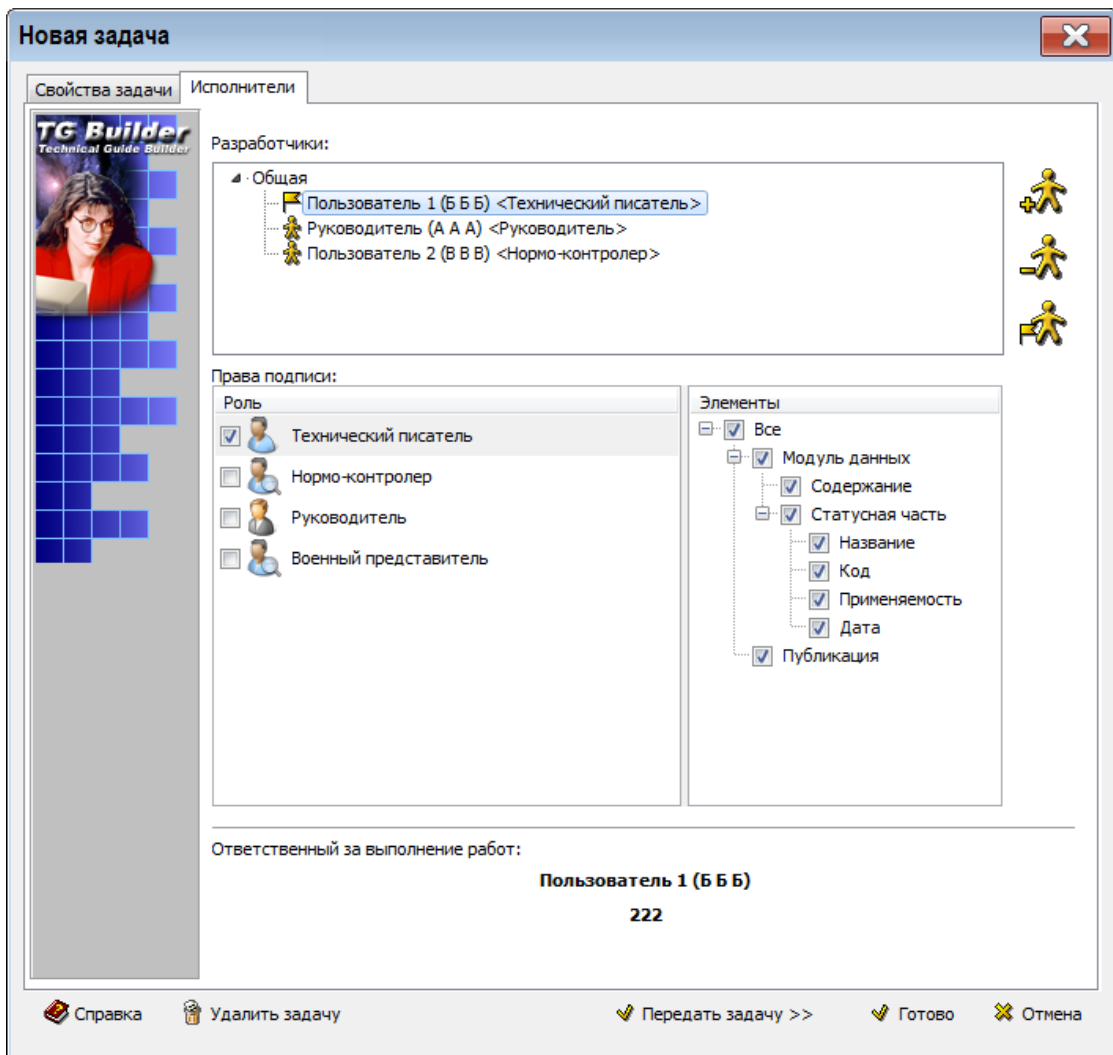

Рисунок 71
- 4) Прделайте аналогичные действия для каждого пользователя (рисунок 71).